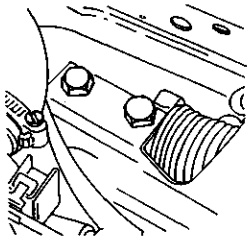

图 3-210 拆下紧固齿条与
8) 拆下紧固齿条与转向横拉杆的螺栓, 如图 3-210 所示。